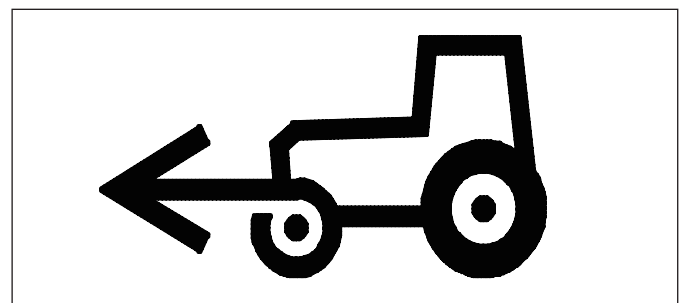

ABB. 56
ABB. 56: Mit dem Hebel für den Allradantrieb (1) wird der Vorderachsantrieb zu- oder abgeschaltet. Zeigt der Hebel nach unten, ist der Vorderachsantrieb (Allradantrieb) eingeschaltet und die Motorleistung wird sowohl auf die Vorder- als auch auf die Hinterachse übertragen. Zeigt der Hebel nach oben, ist der Vorderachsantrieb abgeschaltet.